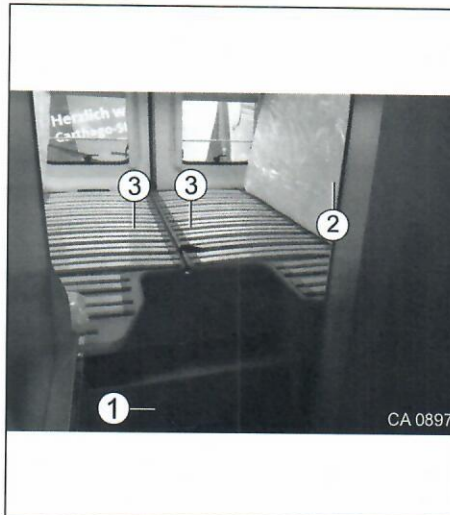
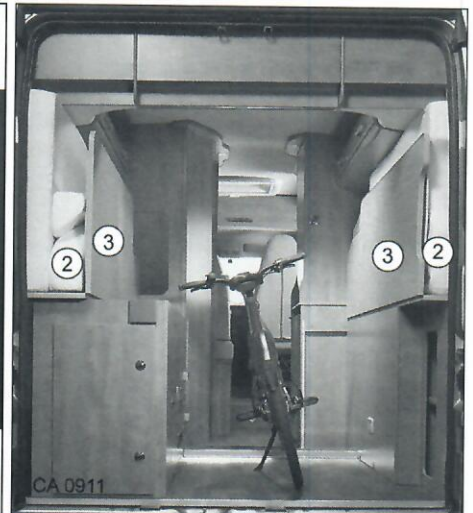
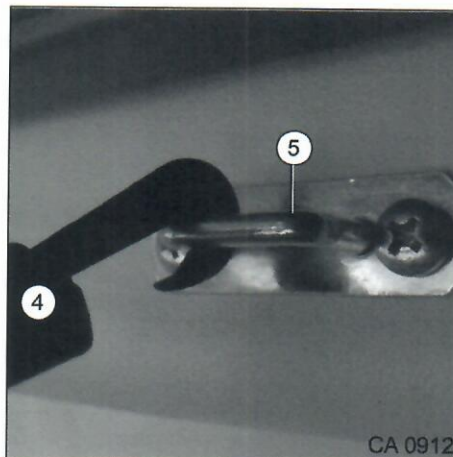

Abb. 17 Heckbett Ausgangsstellung
Abb. 18 Transportstellung
Abb. 19 Haken und Halteöse
2. Matratzen (Abb. 17 und Abb. 18, Pos. 2) anheben und an jeweilige Seite hochklappen.
3. Geteiltes Bettgestell (Abb. 17 und Abb. 18, Pos. 3) anheben und seitlich nach links und nach rechts hochklappen. Befestigungsband mit Haken (Abb. 19, Pos. 4) unterhalb von Dachschrank in Halteöse (Abb. 19, Pos. 5) befestigen.
5. Treppe (Abb. 17, Pos. 1) abbauen, Einzelteile verstauen.